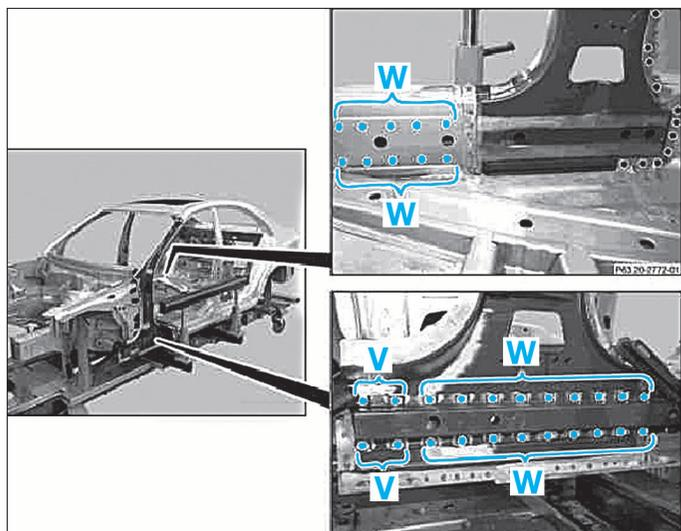

FIG. 48
- Ajuster la tôle de renfort inférieur sur le plancher, la fixer et la souder à la pointeuse électrique par résistance par points zone (W) (Fig.48).